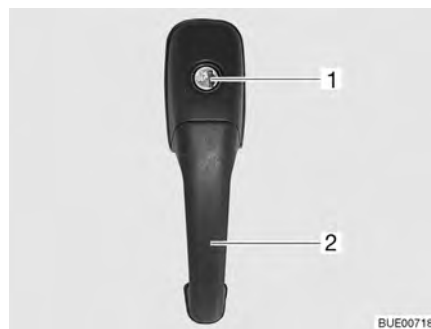

Bild 24 Dörrlås ingångsdörr, utsida
- Stick in nyckeln i låscylindern (Bild 24,1) och vrid den ända tills dörrlåset har låsts upp.
- Drag i dörrhandtaget (Bild 24,2). Dörren är öppen.
- Stick in nyckeln i låscylindern (Bild 24,1) och vrid den ända tills dörrlåset har låsts.